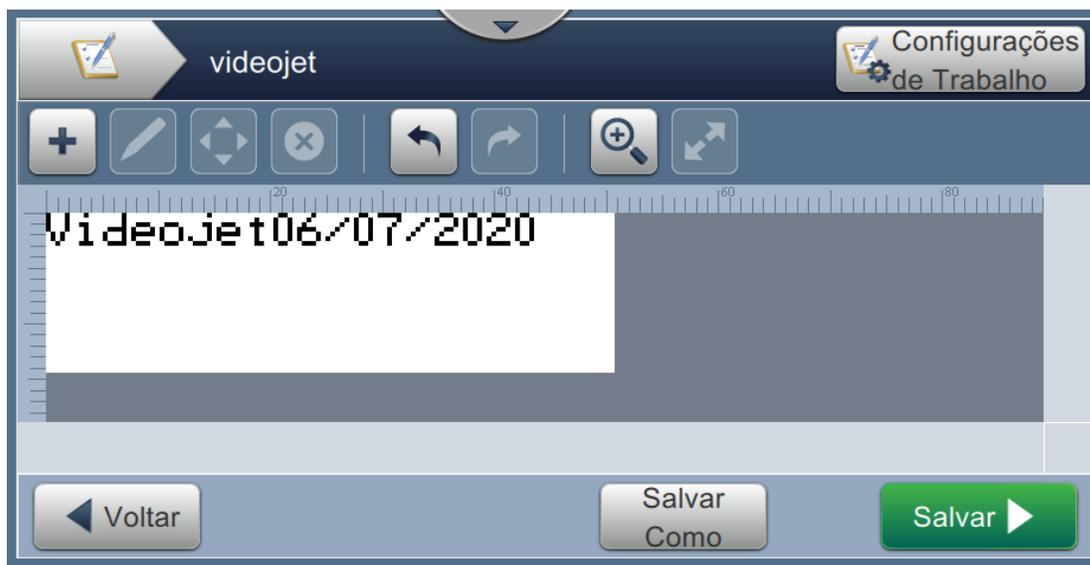

Figura 5-19: Amostra de mensagem
Na seção abaixo, o usuário é orientado a criar um novo trabalho, como mostra a Figura 5-19, que consiste nos seguintes campos:
10. Selecione o campo e arraste ou use o botão  para mover o campo até o local, como mostra a Figura 5-19 na página 5-36.
22. Selecione o campo e arraste ou use o botão  para mover o campo até o local, como mostra a Figura 5-19 na página 5-36.
30. Selecione o campo e arraste ou use o botão  para mover o campo até o local, como mostra a Figura 5-19 na página 5-36.